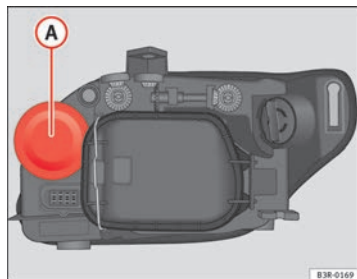

Fig. 204 Lámpara luz intermitente
- Extraiga la tapa de goma ⇒ **fig. 204** tirando de ella.